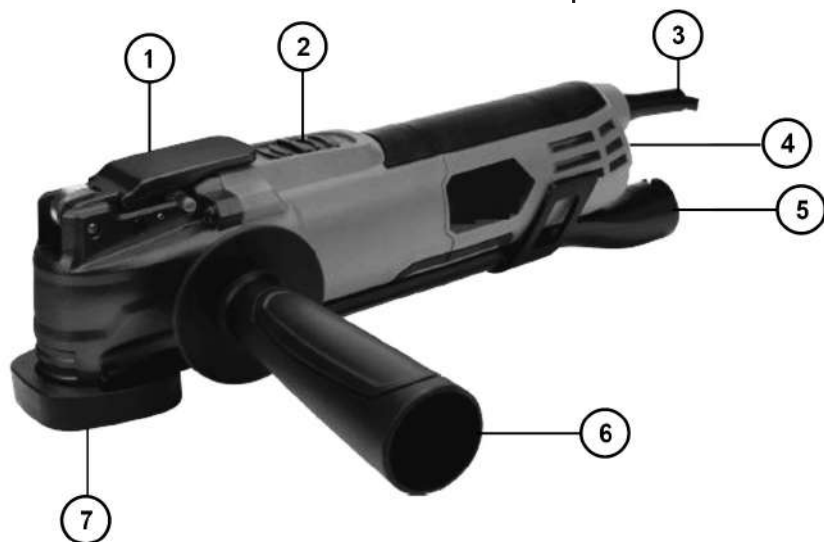

Рис. 1
2. Для включения электроинструмента переведите выключатель 2 (Рис. 1) вперёд в положение Вкл. (I), для выключения переведите выключатель назад, в положение Выкл. (O).
Примечание! Инструмент оснащен плавным пуском. После включения инструмента выключателем 2 (Рис. 1) двигатель начинает плавно набирать обороты.
Для увеличения/уменьшения частоты колебаний инструмента вращайте регулировочное колесо 4 (Рис. 1). Регулировку частоты колебаний можно установить в 6 положениях, положение «1» обозначает минимальную частоту колебания, «6» - максимальную.